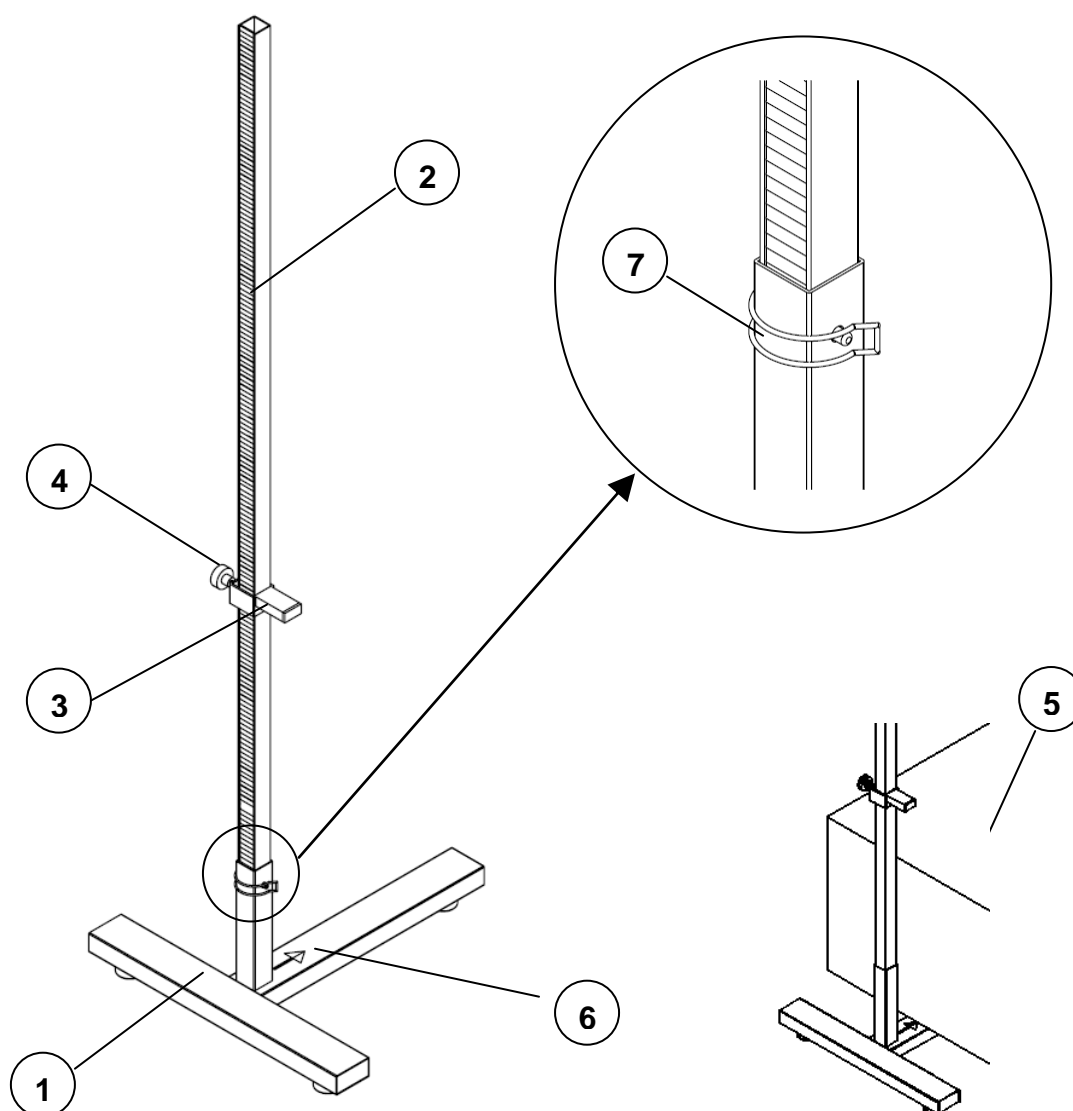

Abb.1 Sport-Thieme Hochsprungständer
- 1.2 Stellen Sie den Stahlfuß (1) so auf, dass gemäß Abbildung 1 er auf den Gummifüßen mit dem langen Ende in Sprungrichtung steht.